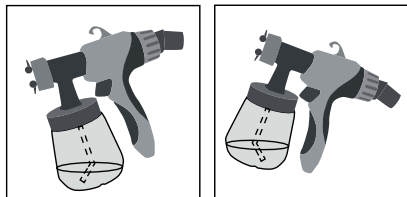

Рис. 2
7. Заправьте емкость (5) приготовленным материалом:
- в) установите всасывающую трубку в зависимости от обрабатываемой поверхности: при горизонтальной поверхности поверните трубку вперед, при вертикальной – назад (Рис. 2);